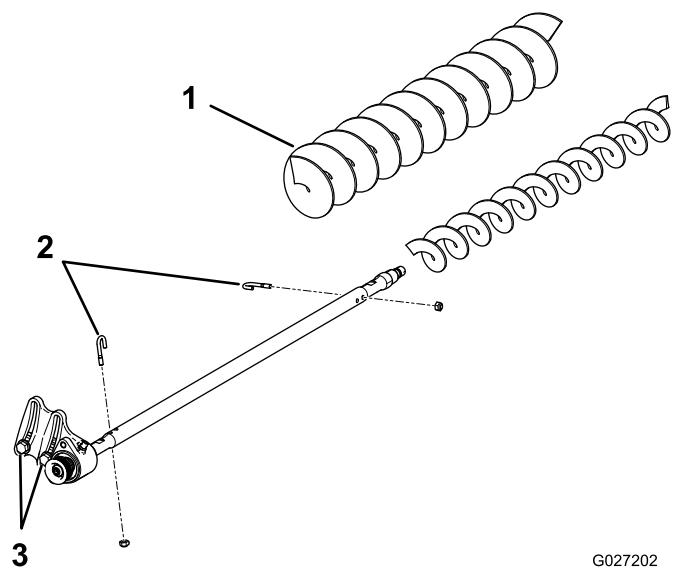

图20
3. 拆下 2 个 J 形螺栓和螺母 图20。
4. 滑动现有滚筒刷从刷轴上取下来 图20。
5. 松开将传动轴承座固定到轴承座安装支架上的 2 个螺栓、垫圈和螺母 图20。
6. 把高剪滚筒刷滑入刷轴 图20。
7. 使用之前卸下的 2 个 J 形螺栓和螺母把滚筒刷夹在轴上 图20。